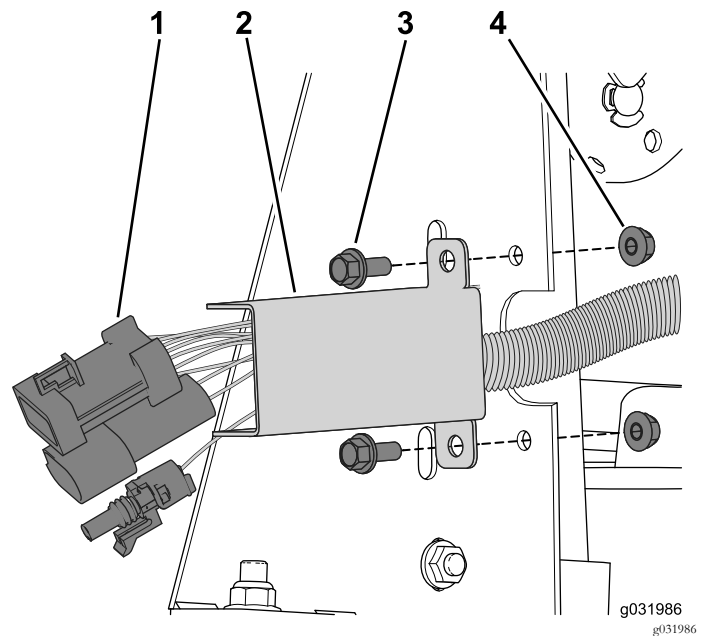

Bild 52
- Befestigen Sie den Kabelbaum im Ausschnitt, indem Sie die Kabelabdeckung mit zwei Bundkopfschrauben und zwei Sicherungsmuttern am Seitenrahmen befestigen (Bild 52).